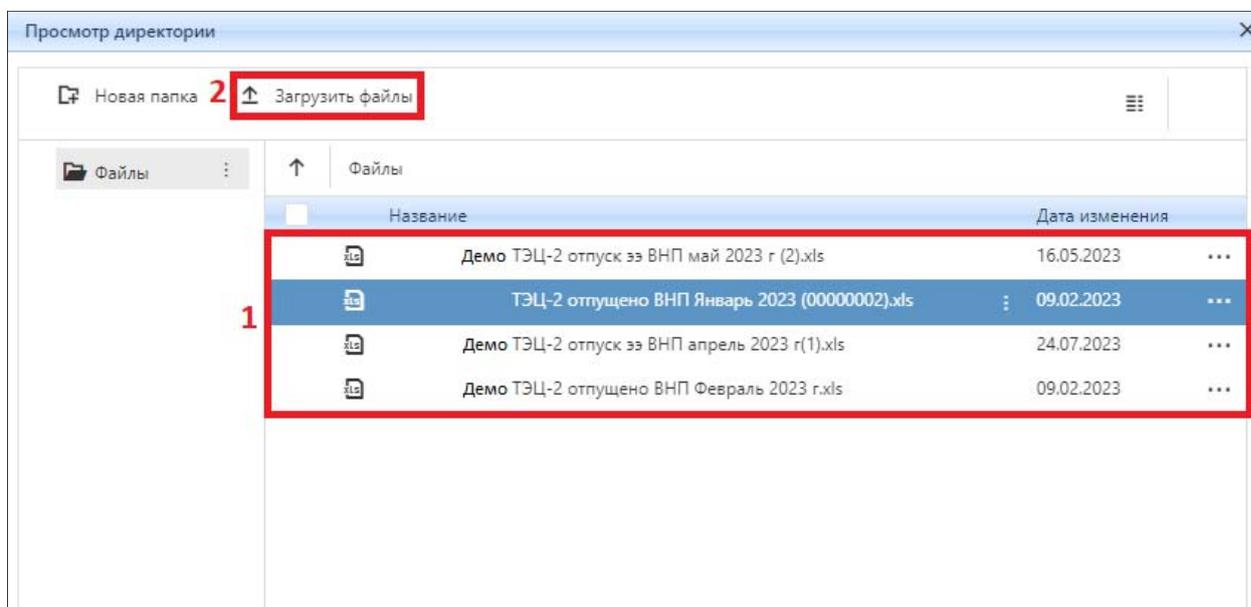

Рисунок 3.4.15 – Окно «Просмотр директории»
5. В открывшемся окне «Просмотр директории» будут приведены (1) файлы, уже расположенные в директории и доступные для загрузки (рис. 3.4.15). Также есть возможность загрузить новый файл по нажатию кнопки (2) «Загрузить файлы» (рис. 3.4.15).